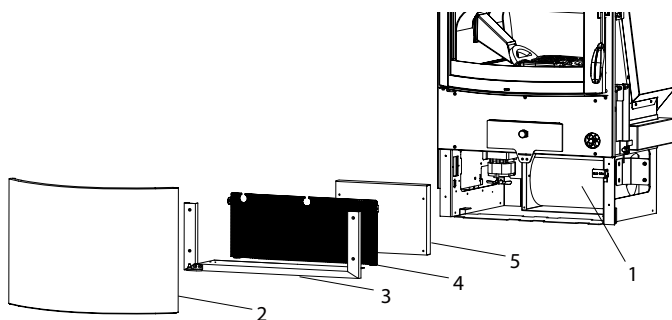

Fig. 6.5.1
Pour y accéder, il faut démonter la porte (2), le cadre (3), la tôle microperforée (4) et le matériel de remplissage (5) (Fig. 6.5.1).